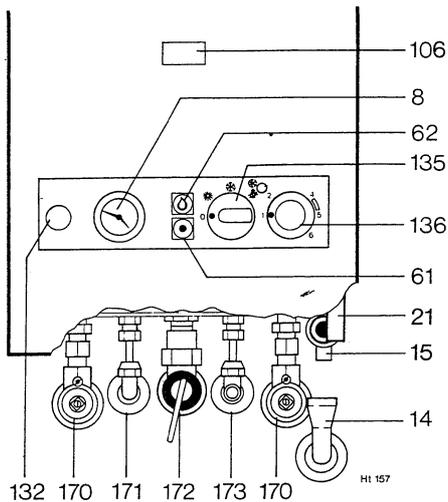

fig. 10
Togliere la manopola del regolatore di temperatura (fig. 10 pos. 136), allentare le viti (108) girare il perno (109) verso destra, quindi fissare le viti e rimettere la manopola. Qualora si volesse raggiungere la posizione "7" del regolatore di temperatura togliere il dischetto di regolazione (100).